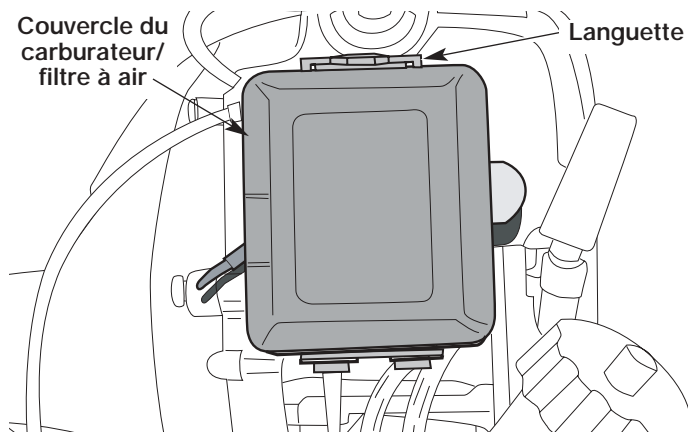

Fig. 24
1. Retirez le couvercle du carburateur/filtre à air en appuyant sur la languette sur le haut du couvercle (Fig. 24).
6. Réinstallez le filtre et le couvercle du filtre à air (Fig. 24).